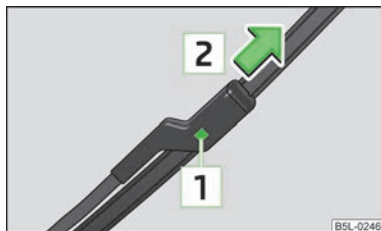

Fig. 32
- Pentru deblocarea lamelei ștergătorului, apăsați siguranța [1] » fig. 32 și detașați-o în sensul săgeții [2].